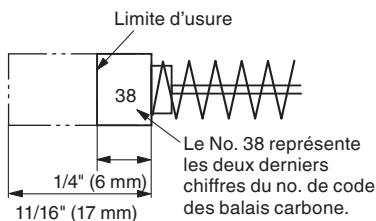
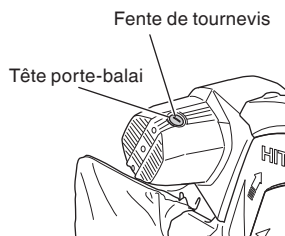

Fig. 51
Fig. 52
2. Inspecter les balais carbone (Fig. 51 et Fig. 52)
En conséquence, inspecter périodiquement les balais en carbone et les remplacer lorsqu'ils ont atteint la limite d'usure comme indiqué à la Fig. 51.
Les balais carbone sont faciles à retirer ; pour cela, retirer les têtes porte-balai (voir Fig. 52) avec un tournevis à tête plate (signe moins).
REMARQUE: Lors du remplacement des balais carbone, utiliser uniquement des balais carbone Hitachi dont le n° «38» représente les deux derniers chiffres du n° de code (voir Fig. 51). Si vous utilisez d'autres balais carbone, le frein électrique ne fonctionnera pas.